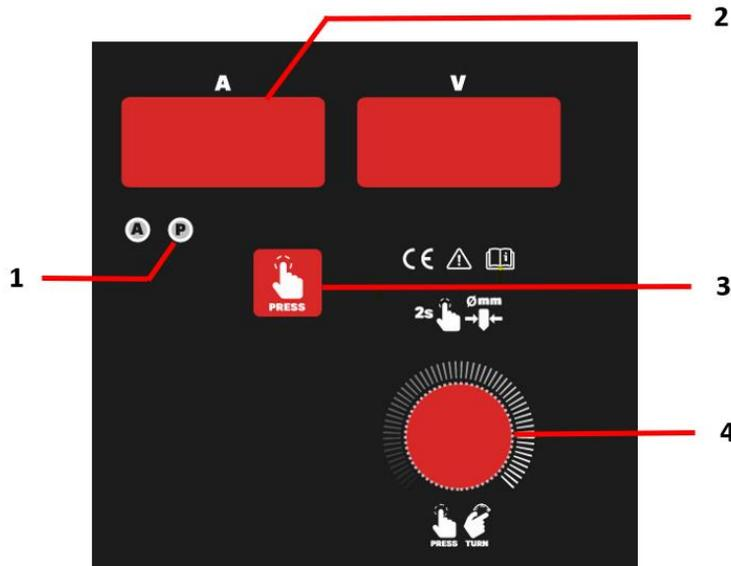

Fig. 7 – Memorias de soldadura
- ajustar los parámetros y pulsar tecla (Fig.7 - 3) hasta el LED P (Fig.7 - 1) encender. Después pulsar el botón de selección/ajuste de parámetros durante 2 segundos hasta la pantalla digital muestre P1. Siguiendo, girar el botón de selección/ajuste de parámetros (Fig.7 - 4) para el número de memoria deseado. Por último, pulsar el botón de selección/ajuste de parámetros hasta que la pantalla digital muestre MEM.
- Pulsar tecla (Fig.7 - 3) hasta el LED P (Fig.7 - 1) encender. Seguidamente, girar el botón de selección/ajuste de parámetros (Fig.7 - 4) para el número de memoria deseado. Espere 2 segundos y su memoria está disponible.